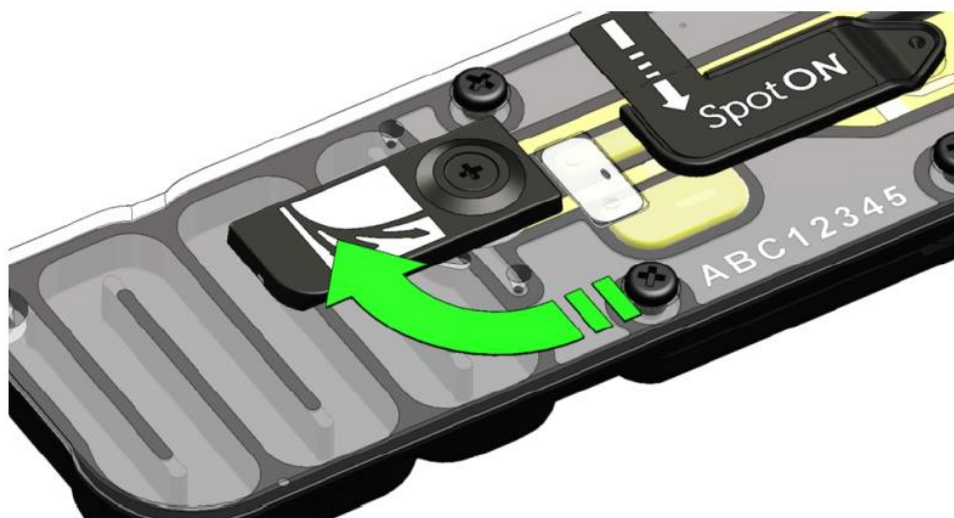

Figure 2 : Ouverture du priming port - Source : Nanopore
- 9 Une fois le contrôle de la FlowCell terminé, ouvrir le Priming Port en le pivotant (Figure 2)